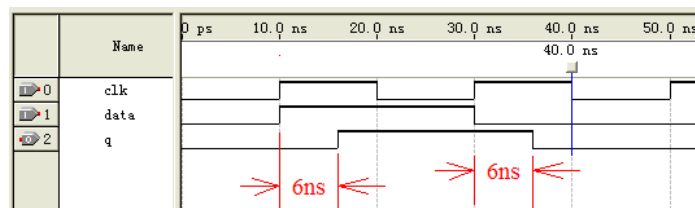

图 12-16 简单 D 触发器的时序仿真
4. 时序仿真。从仿真时序图可以观察到：当 clk 到来时，只要 data 为高电平，q 在延时 6ns 之后会输出 data 值。参看图 12-16。